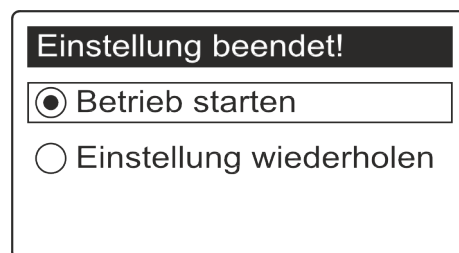

Abb. 21: Einstellungen beenden
- ➔  betätigen, um den Normalbetrieb des Wasserenthärter zu starten (Abb. 21).